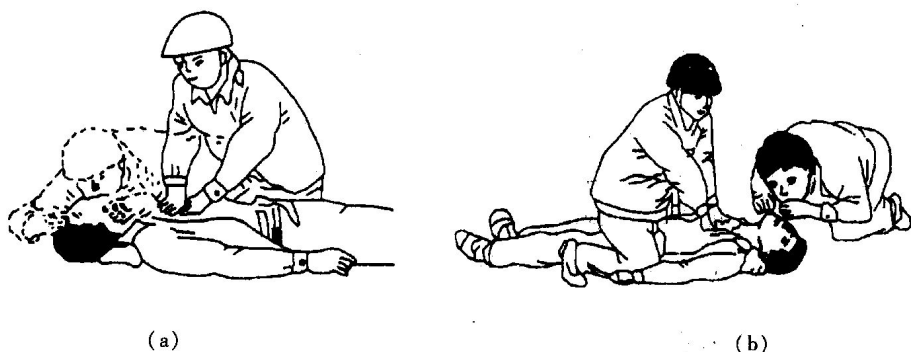

图 1-1-17 急救方法
③ 两种方法交替进行。对“呼吸和心跳都已停止”的触电者,应同时采用“口对口人工呼吸法”和“胸外心脏按压法”进行急救。
a. 一人急救:两种方法应交替进行,即吹气 2 ~ 3 次,再挤压心脏 10 ~ 15 次,且速度都应快些,如图 1-1-17(a) 所示。
b. 两人急救:每 5 s 吹气一次,每 1 s 挤压一次,每按压 5 次后由另一人吹气 1 次,如图 1-1-17(b) 所示。